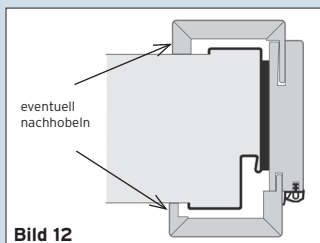

Bild 12
2. Etwaige Mauerunebenheiten durch nachhobeln der Zier- bzw. Falzverkleidungsteile ausgleichen (**Bild 12**).
① Die Gebrauchsanweisung des Montageklebstoffherstellers beachten!